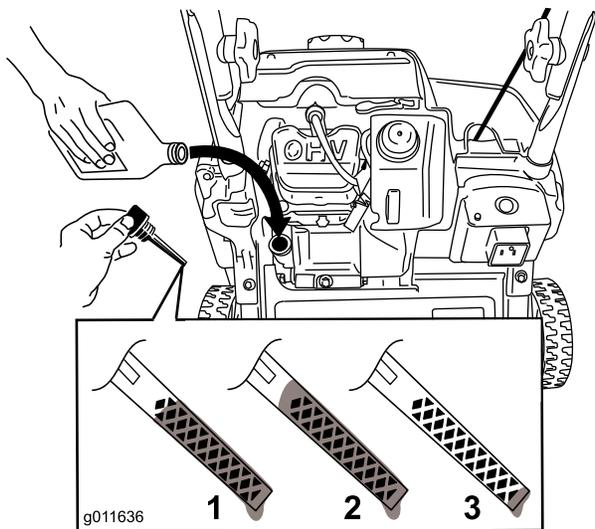

Figura 8
2. Pulite attorno al tappo del foro di riempimento dell'olio (Figura 8).
**Nota:** Per determinare quale sia il livello di olio corretto sull'asta vedere Figura 8.
**Nota:** Riempite di olio la coppa fino a quando l'asta indica che il livello dell'olio motore è corretto, come illustrato in Figura 8. Se riempite eccessivamente il